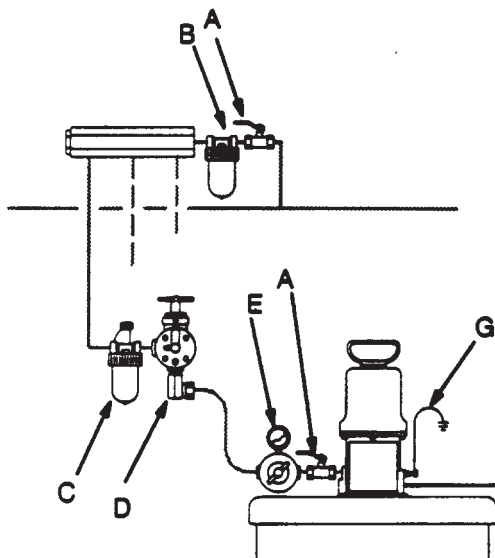

Abb. 4
Zubehör in der in Abb. 4 gezeigten Reihenfolge installieren. Luftregler (E) und Hauptluftventil (A) nahe bei der Pumpe anbringen. Sämtliches Zubehör auf separaten Wandhalterungen montieren, um die Belastungen auf den Pumpeneinlass zu verringern. Ein einziger Luftfilter (B) kann für mehrere Pumpen gleichzeitig eingesetzt werden, indem man unterhalb des Luftfilters einen Luftverteiler vorsieht.